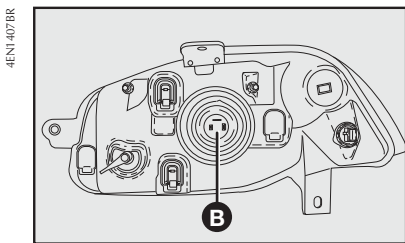
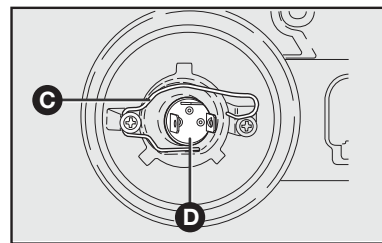

fig. 24
fig. 25
- 2) Remover a tampa **B-fig. 24** para ter acesso às lâmpadas;
- 3) Retirar o porta-lâmpada **D-fig. 24** pressionando a presilha **C-fig. 25** abrindo-a lateralmente;
6) Reenganchar a presilha de fixação **C-fig. 25** colocando por último a tampa **B-fig. 24**;